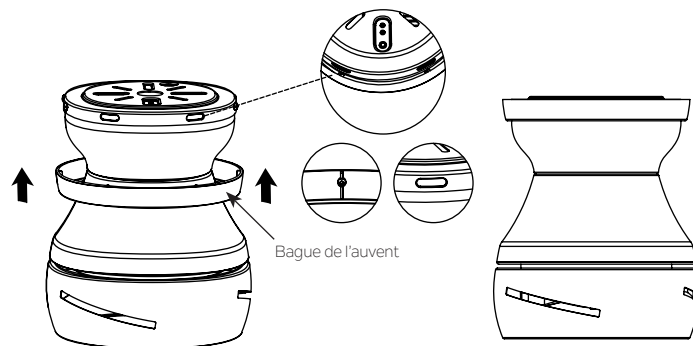

Fig. 12
Étape 2. Poussez l'anneau de garniture de la verrière vers le haut jusqu'à ce qu'il se verrouille en place au sommet de la verrière. (Fig. 12)